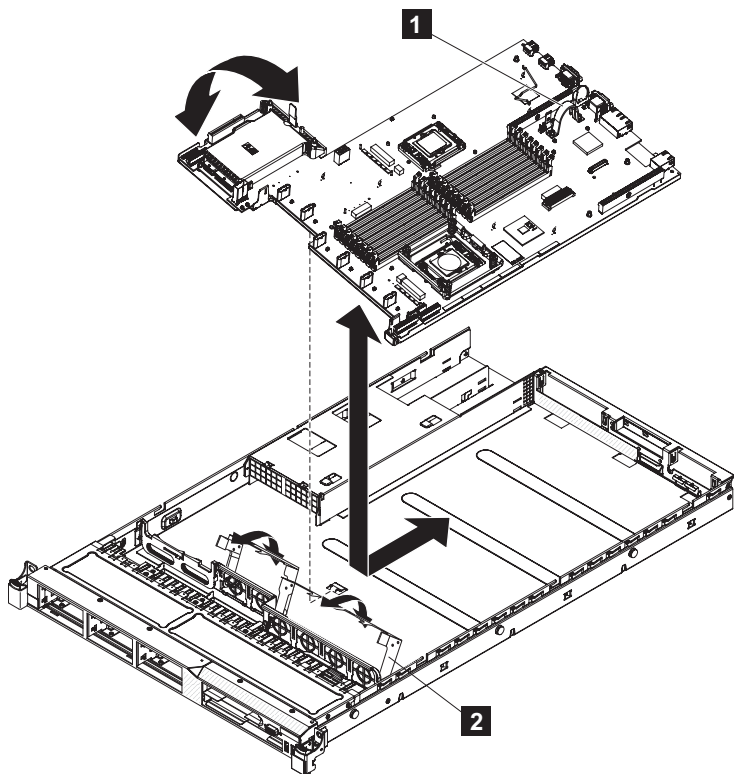

図 291. SAN ボリューム・コントローラー 2145-CG8 または 2145-CF8 システム・ボードの取り外しと交換
2. 電源機構ユニットから遠い方のシステム・ボード・アセンブリーの側面を、キャッチの下に置きます。システム・ボードの反対側を、シャーシ内に平らになるまで下げます。背面コネクタをサーバーの背面の穴に位置合わせし、図 291 に示すように、システム・ボードをノードの背面に向けてスライドさせます。